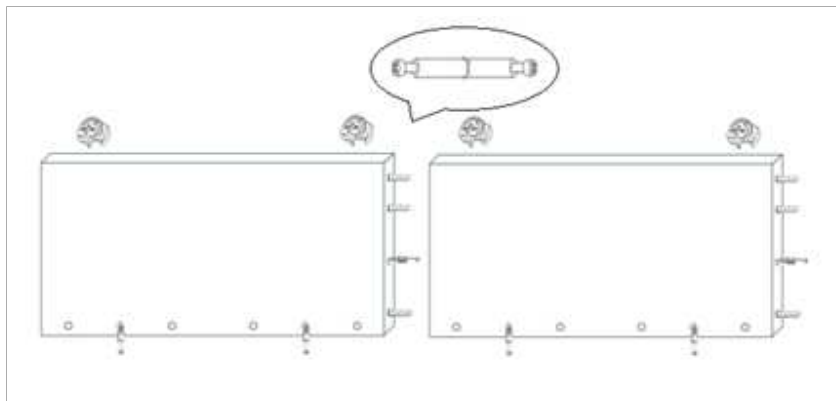

Bild 5
Lege die Rückwand wie auf Bild 5 zu sehen ist auf den Boden. Es werden wieder die Minifix-Schrauben (C) und Dübel (B) eingesetzt / geschraubt. Zwischen den Rückwänden kommt der Minifixbolzen (E) zum Einsatz. Auf der Rückseite werden 4 Minifix Klammern (D) in die Löcher gesteckt.